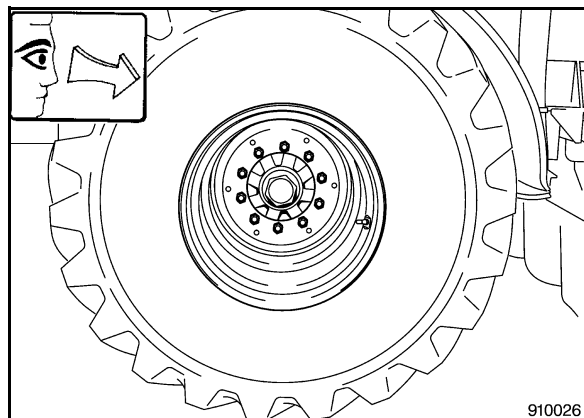

Bild 28
- Zustand der Reifen (Bild 28) und Luftdruck prüfen.